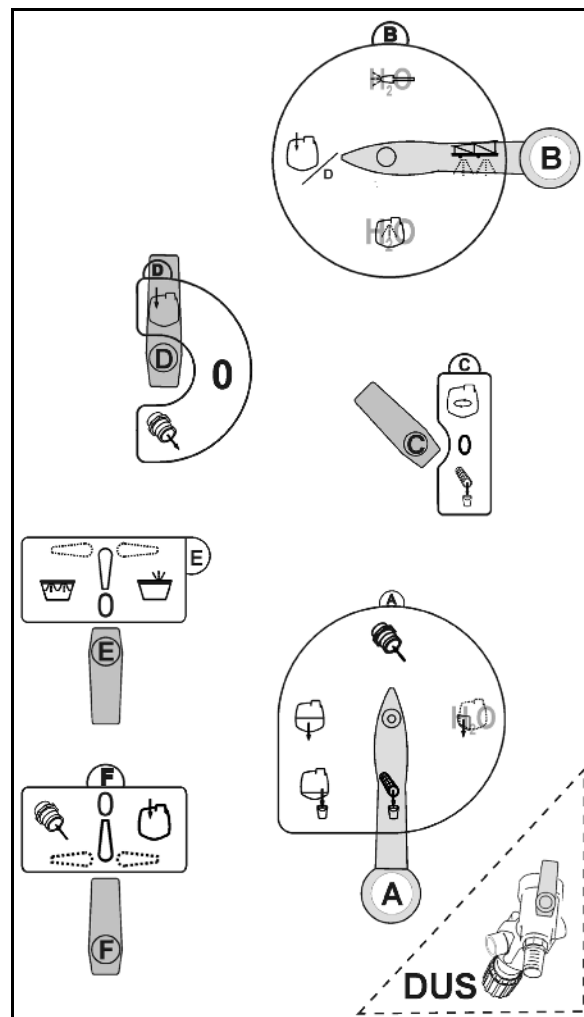

図 16
3. 制御装置において切り替え栓を指定位置 (図 16) に切り替えます: